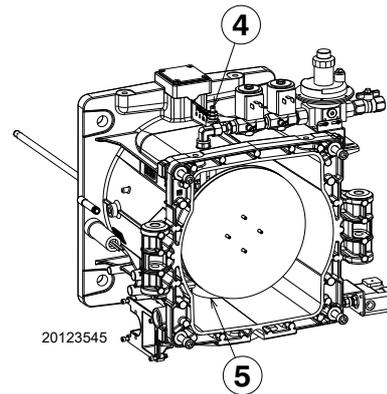

Abb. 21
- F den Gasverteiler aus seinem Sitz 5)(Abb. 21) lösen und dann herausziehen.